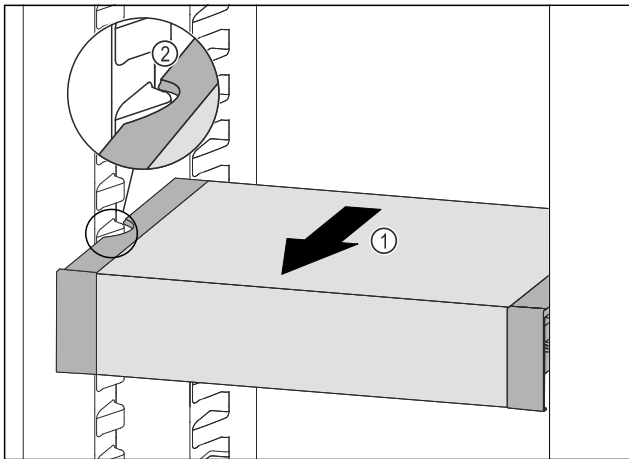

Fig. 128
- Tirer le VarioSafe vers l'avant Fig. 128 (1) jusqu'à ce que les encoches latérales du VarioSafe se trouvent au niveau de la nervure du bac dans la partie réfrigérateur. Fig. 128 (2)